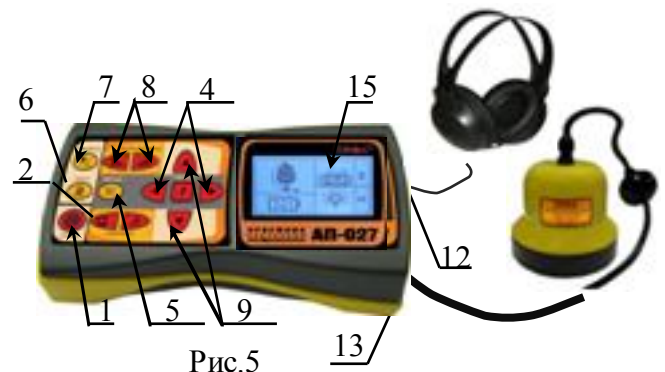
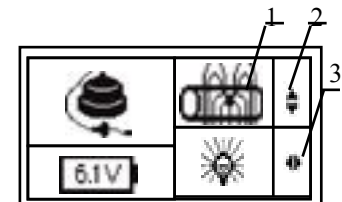
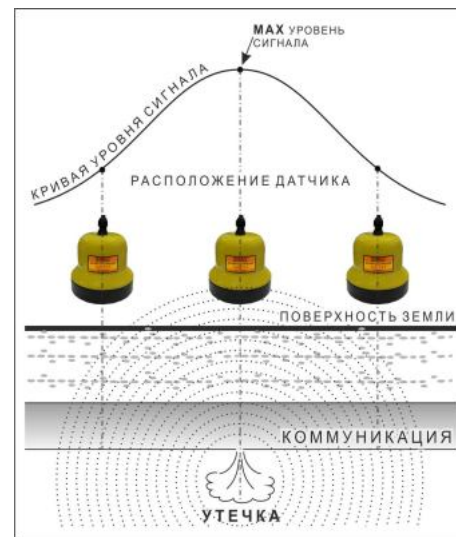
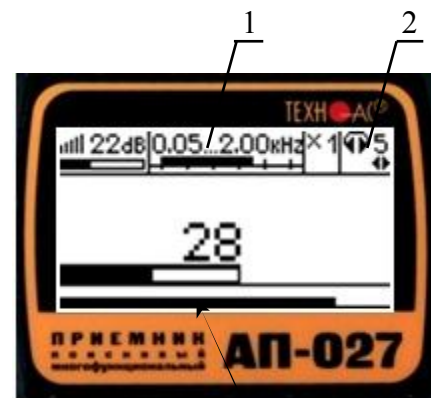

Рис.5
Рис.6
Рис.7
Рис.8
Используемое оборудование (рис.5): приемник АП-027, акустический датчик АД-227, головные телефоны.
Подключить к соответствующим разъемам приемника акустический датчик поз.13 рис.5 и головные телефоны поз.12 рис.5.
4.2.1 Включить питание приемника АП-027 кнопкой ① поз.1 рис.5.
4.2.2 В «стартовом» окне (Приложение 2) на индикаторе приемника (рис.6) проверить степень заряженности источников питания приемника (не менее 4,0 В). В случае разряда батарей питания, следует заменить источники питания.
4.2.4 Проверить вид принимаемого сигнала (поз.1 рис.6). Принимаемый сигнал «утечка » выбирается автоматически, работа в режиме течепоиска. При появлении на индикаторе символа «удары », что могло произойти в результате случайного нажатия на кнопки, следует выбрать в стартовом окне символ «утечка » любой из кнопок ▲/▼ поз.9 рис.5. (см. подсказку поз.2 рис.6)
4.2.5 Установить необходимый уровень подсветки индикатора приемника, используя для этого кнопки ◀/▶ поз.4 рис.5 (см. подсказку поз.3 рис.6).
4.3.1 Установить акустический датчик над предполагаемой трассой (рис.7). Включить режим «измерение» кнопкой  поз.7 рис.5, после этого следует настроить приемник на специфический шум протекающей по трубопроводу воды для этого:
4.3.2 Установить режим широкой полосы « 0,10...2,00кГц» (нажать кнопку фильтр  поз.5 рис.5);
4.3.3 Установить уровень входного сигнала кнопками «чувствительность»  и  поз.8 рис.5, ориентируясь по показаниям индикатора «узкая шкала» (предпочтительно на 50...70% от максимума) рис.8.
4.3.4 Установить требуемую громкость звука в головных телефонах  кнопками  /  поз.4 рис.5 (если кнопки используются для регулировки фильтра, следует отключить фильтр поз. 5 рис.5 и провести настройку).
4.3.5 Провести обследование трассы. По мере продвижения по трассе, переставлять акустический датчик с шагом ~ 1 м и отмечать места с максимальным уровнем сигнала вешками. Одновременно рекомендуется заносить места с максимальным уровнем сигнала в память прибора путем нажатия кнопки «память»  поз.6 рис.5.
1. Рекомендуется перед перемещением датчика выключить режим «измерений» кнопкой  поз.7 рис.5 для сохранения установленных настроек приемника и устранения в головных телефонах неприятного звука.
4.4.2 Включить фильтр кнопкой ∇ поз.5 рис.5 (выключить «широкую полосу»).
4.4.3 Перейти в окно «Спектр» (дважды нажать на кнопку вида визуальной индикации \square поз.2 рис.5).
4.4.5 Включить регулировку фильтра нажатием кнопки частота f поз.10 рис.5. На индикаторе появится символ $\nabla \int 0.15\text{kHz}$, с помощью кнопок $\blacktriangleleft/\blacktriangleright$ поз.4 рис.5 ограничить полосу пропускания фильтра снизу.
4.4.6 Нажать кнопку частота f поз.10 рис.5. На индикаторе появится символ $\nabla \int 1.38\text{kHz}$, с помощью кнопок $\blacktriangleleft/\blacktriangleright$ поз.4 рис.5 ограничить полосу пропускания фильтра сверху.
4.4.8 Перейти в режим «Шкала» (Приложение 2, рис.2.3) нажатием кнопки визуальной индикации \square поз.2 рис.5. Не изменяя настроек, обследовать предполагаемую зону утечки в соответствии с п.4.3.4-4.3.5.
Нажать кнопку выключения питания $\textcircled{\text{O}}$ поз.1рис.5.